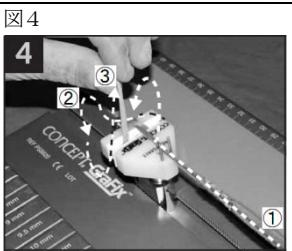

図4
- ・動力部からコアリングリーマーコネクター（CR890100000）を外す前に、牽引器（tow device）の反対側に通すためにコアリングリーマーアセンブリがコアリングリーマーTレンチ（CR890200000）の挿管（cannulation）に差し込まれていることを確認する（図4参照）。
6. 縫合糸をテンショニングクランプまたはスチヤーホルダークランプに固定する際には、図のように縫合糸を巻き付ける（図4参照）。2本の縦の支柱の間に縫合糸を入れ、クランプの上に縫合糸を出し①、次にクランプの下から縫合糸を持ち上げてクランプに通し、反対側に出すこと②。クランプの上と背面に縫合糸を巻き付け、同じ側のクランプを通して上に出すこと③。